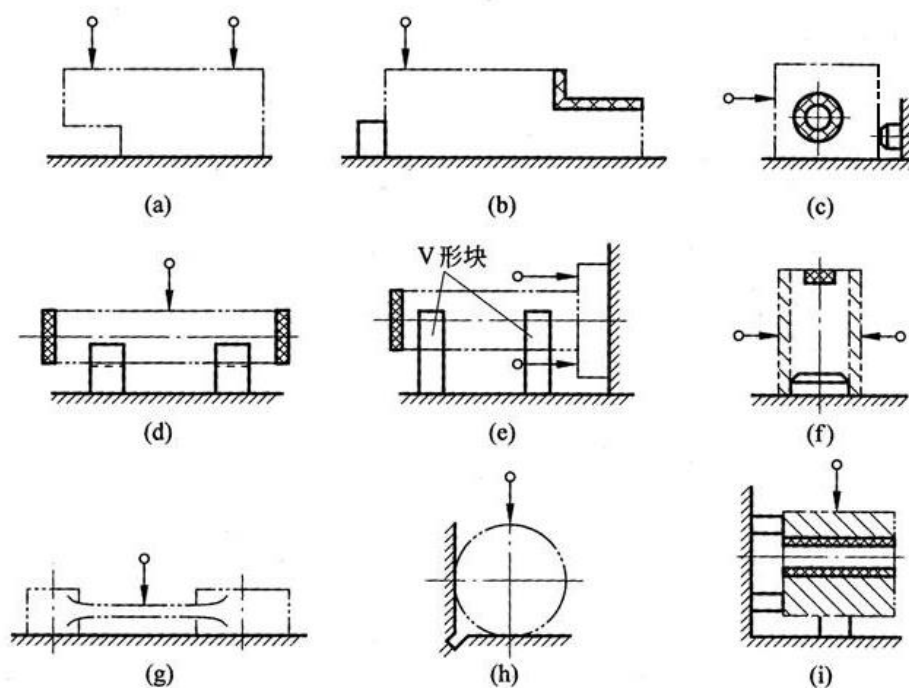

图 3 夹紧方案
3. 分析图 3 所示各夹紧方案, 判断其合理性, 说明理由并提出改进意见。